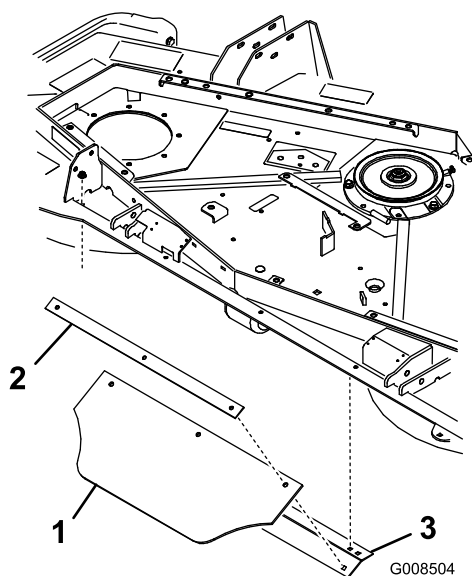

図 14
12. 中央フラップ、中央ストラップ、および中央アングルは、組み付け済みである（図 14）。
13. アセンブリを、刈り込みデッキの後部に取り付ける；5/16 x 3/4インチのキャリッジボルト 2 本とフランジナットを使用する（図 14）。